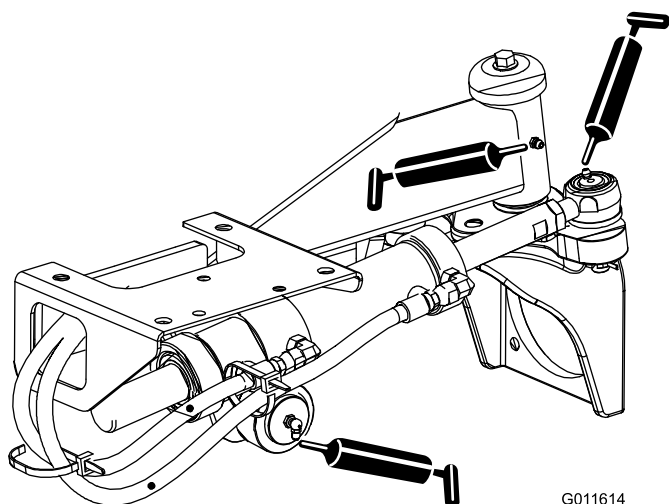

Рисунок 70
- Шаровые опоры гидроцилиндра рулевого управления (2 шт.) и задняя ось (1 шт.) — Рисунок 70